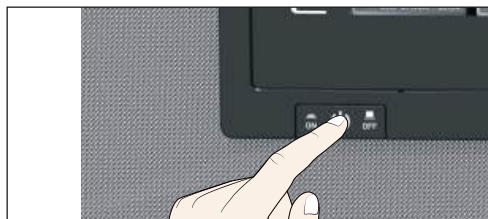

Fig. 27 Apagar el equipo
5. Apague el equipo con el interruptor principal (Fig. 27).